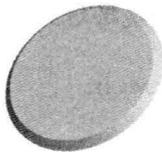
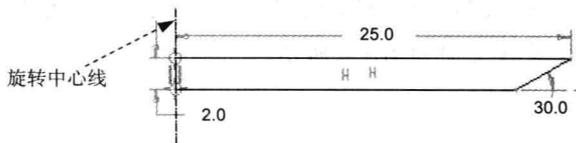

图 1.3 旋转特征 1
图 1.4 截面草图
(1) 单击工具栏中的“新建”按钮.
(2) 系统弹出“新建”对话框，在类型区域，选中  零件单选项；在子类型区域，选中  实体单选项；在名称文本框中输入文件名 SM\_PUNCH1；取消选中  使用缺省模板复选框；单击“新建”对话框中的  按钮。
(3) 在系统弹出的“新文件选项”对话框中的模板区域中选择  mmns\_part\_solid 选项，单击  按钮，完成文件的新建。
Step2. 创建图 1.3 所示的零件基础特征——旋转特征 1，相关操作如下：
(1) 选择特征命令。选择下拉菜单 **插入(I)** → **旋转(R)...** 命令。
(2) 定义旋转类型。单击“实体”类型按钮 。
(3) 定义特征的截面草图。在操控板中单击 **放置** 按钮，然后在系统弹出的选项卡中单击 **定义...** 按钮；选取 RIGHT 基准面为草绘平面，采用模型中默认的方向为草绘视图方向；选取 TOP 基准面为参照平面，方向为 **右**；绘制图 1.4 所示的旋转特征旋转中心线和截面草图；完成绘制后，单击“草绘”工具栏中的“完成”按钮 。